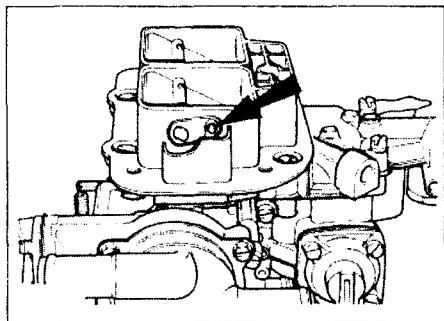

Рис. 3.4 Фиксатор тяги пускового устройства (указан стрелкой)
- 4 Часовой отверткой снимите фиксатор и отсоедините верхнюю тягу пускового устройства от рычага осовоздушных заслонок (рис. 3.4).